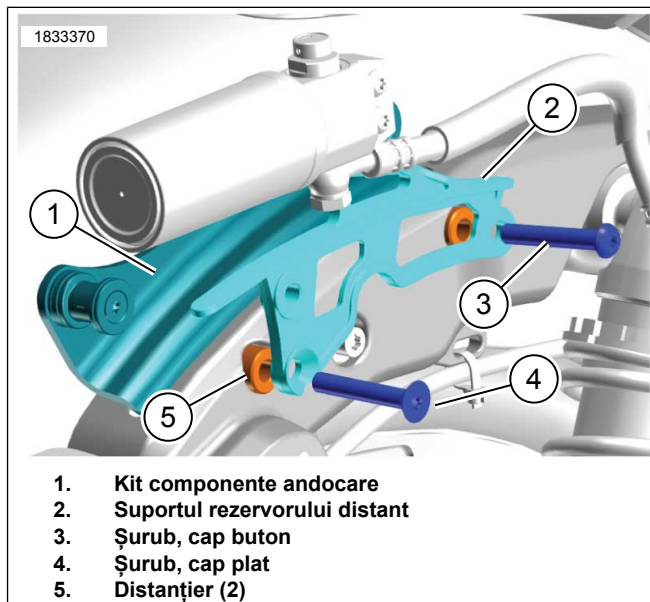

Figura 3.
2. A se vedea figura 3. Instalați distanțierele (5).